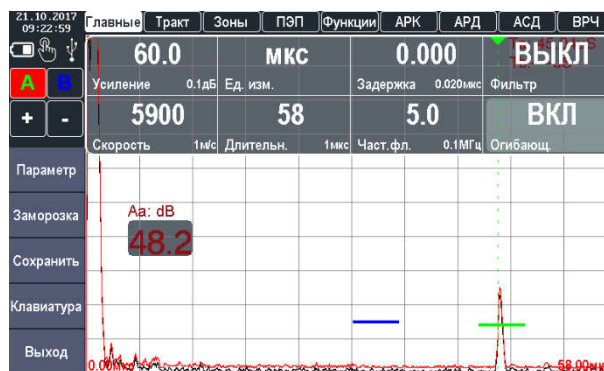

Рисунок 2.60 – Включение режима огибающей
4. Включить режим огибающей и найти максимальную амплитуду от отражателя (рис. 2.60).